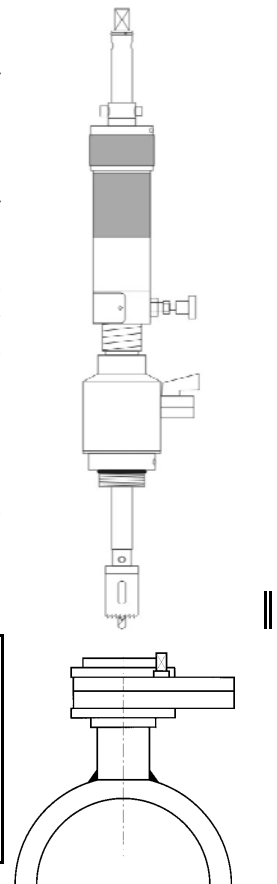

Figura 4
- Montar la válvula de tajadera de 2½" con el adaptador de la medida de rosca correspondiente a la T3V o al AOP (1½" ó 2"). Ver *Figura 4*. La compuerta debe de quedar en posición de ABIERTO.